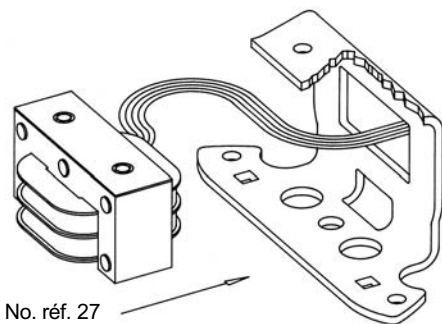

Figure 9
4. Mettez un silent-bloc et un aimant en place, en faisant passer les fils de la bobine par le trou au dos du support (No. réf. 27) (Voir Figure 9). Appliquez